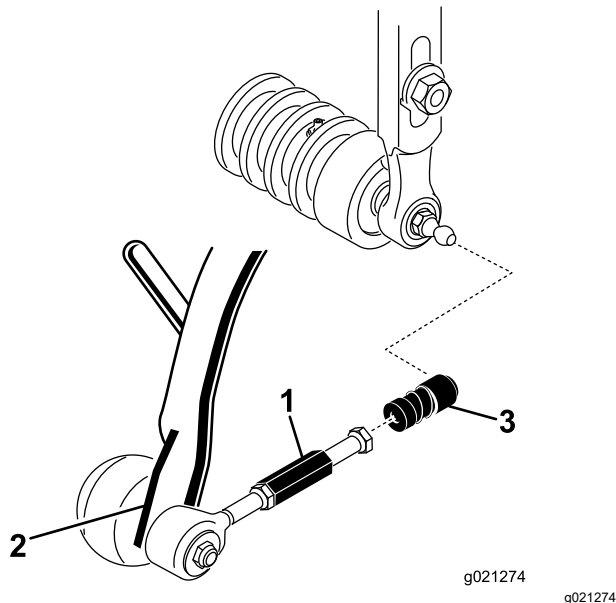

Figura 7
3. Deslice hacia atrás el manguito de cada casquillo receptor de la articulación esférica y enganche el receptor sobre el espárrago con bola de la unidad de corte (**Figura 7**).